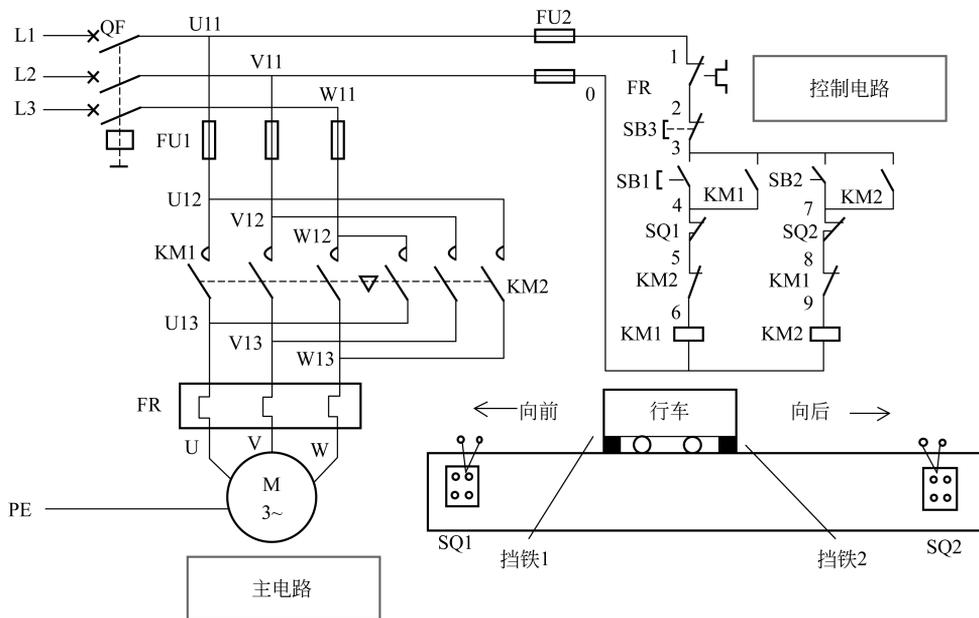

图 2-5 装料小车电气控制电路
(1) 指出虚线两端开关的关系是什么？
(2) 指出本电路的优点？
(3) 描述本电路的工作原理，及工作时控制电路的电流途径？
4. 装料小车电气控制电路原理图，如图 2-5 所示。